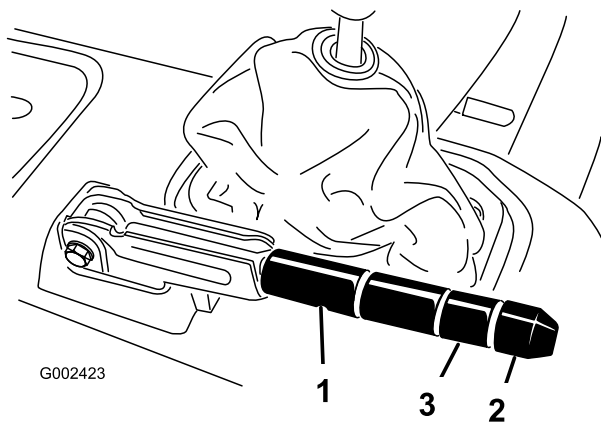

Figure 61
2. Desserrez la vis de fixation du bouton sur le levier du frein de stationnement (Figure 61).